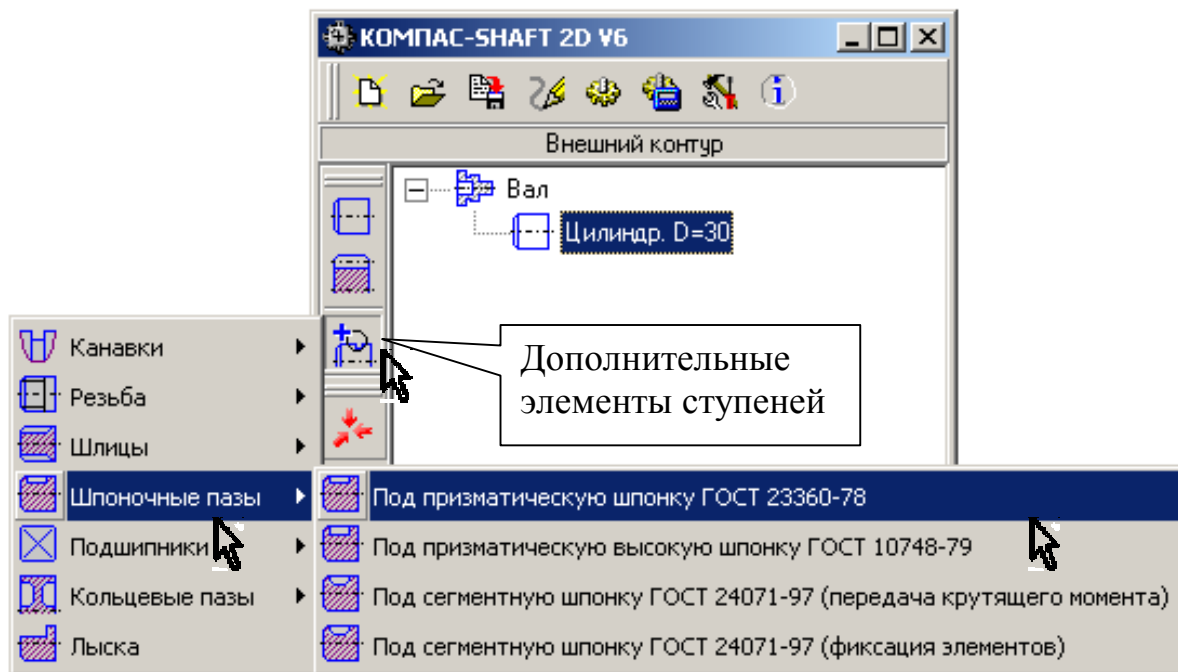

Рис. 72
- Для изображения шпоночного паза выберите команду *Дополнительные элементы ступеней* и нажмите кнопку *Под призматическую шпонку ГОСТ 23360-78* в разделе *Шпоночные пазы*, рис. 72.